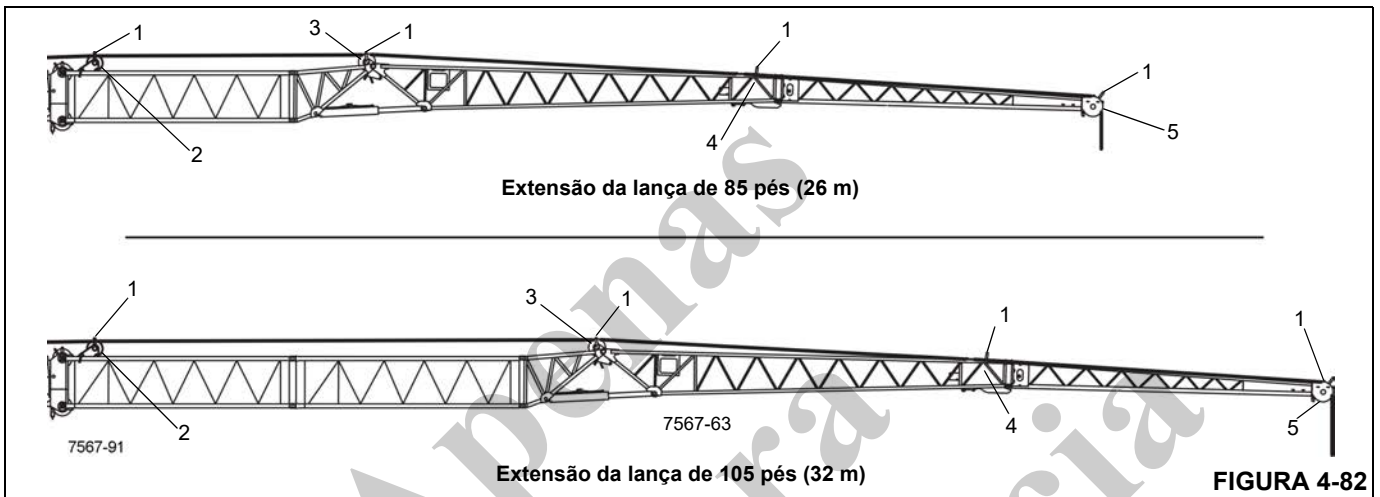

FIGURA 4-82
1. Remova as polias guias (1) (Figura 4-82). Direcione o cabo sobre as polias defletoras (2), (3), (4) e sobre a polia do cabeçote (5) na extensão de 36 pés.
2. Recoloque todas as polias guias (1) e as prenda com os grampos de retenção.
2. Remova as polias guias (1) (Figura 4-82).
3. Retire o cabo da polia do cabeçote (5) e das polias defletoras (4), (3), (2) e o coloque no solo no lado esquerdo.
4. Recoloque todas as polias guias (1) e as prenda com os grampos de retenção.